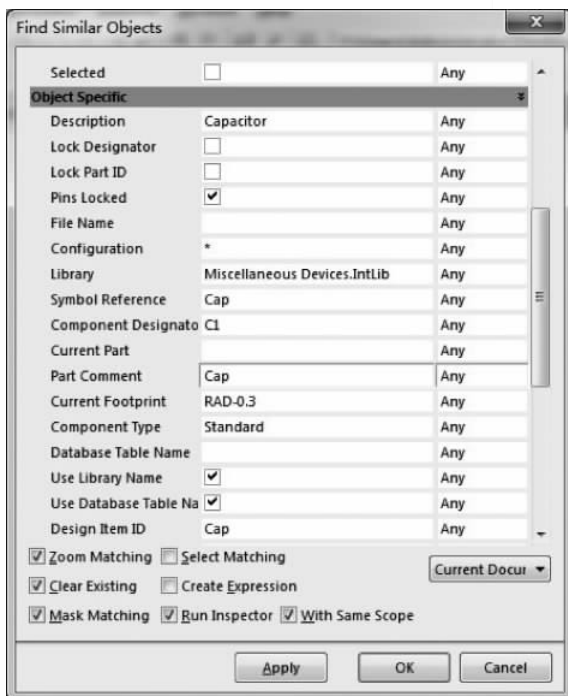

图 3-22 【Find Similar Objects】对话框
- (1) 单击菜单栏**【Edit】|【Find Similar Objects】**命令,光标由箭头变成十字形状显示在工作界面上。
(2) 移动光标到某个对象上并单击,系统将弹出【Find Similar Objects】(发现相似对象)对话框,如图 3-22 所示。